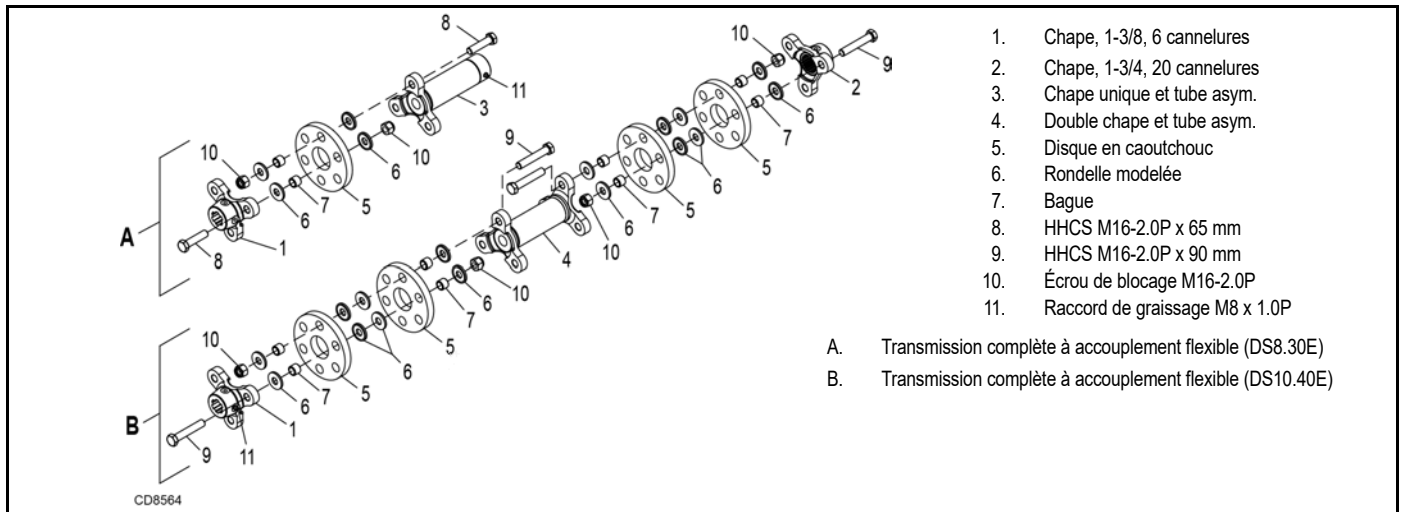

Figure 15. Accouplement flexible
Pour remplacer les disques, retirez les éléments métalliques (6, 7, 8, 9 et 10). Retirez les manchons (7) de l'ancien disque et installez-les dans le nouveau disque. Remontez le tout et serrez les boulons à 115 N-m (85 lbs-ft). Voir la Figure 15. Faites particulièrement attention à ne pas faire tourner l'arbre de la boîte d'engrenages et à ne pas désynchroniser les lames. Si les disques en caoutchouc sont défectueux et les lames se touchent, vous devrez resynchroniser les lames en suivant les instructions à la page 26.